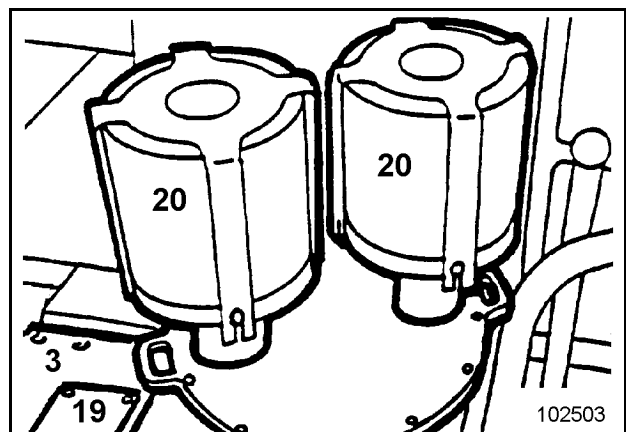

Fig. 3-59:
- Deckel (3, Fig. 3-59:) abnehmen.